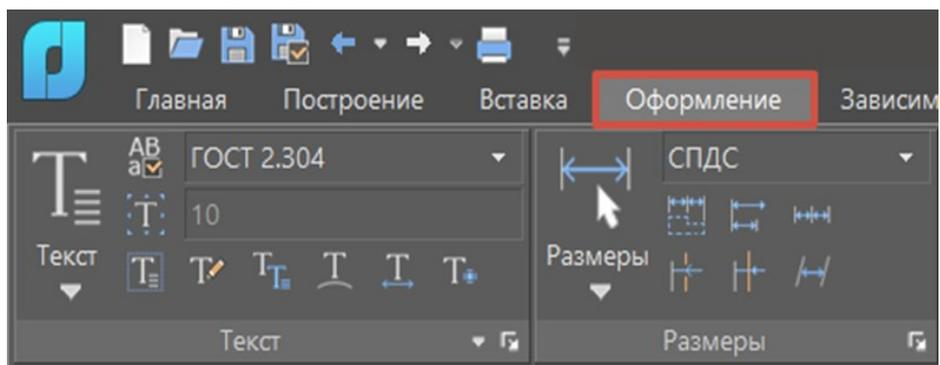

Рис. 4.40
1. Открыть вкладку оформление (рис. 4.40):